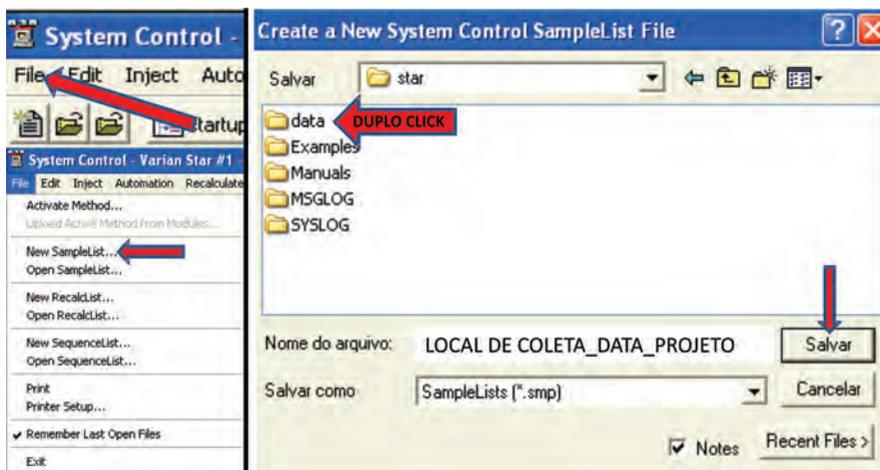

Figura 12. Comandos para criação da planilha de amostras a serem analisadas.
- **Criar planilha e pasta de amostras a serem analisadas:** *System Control File* → *Activate Method* → *New Samplelist* → *Create A New System Control Samplelist File* → *Star* → Abrir a pasta *Data* → Inserir o nome da planilha com dados do local e data [extensão (\*.SMP)] e *Salvar* (Figura 12). Aparecerá na tela a *Generic Samplelist*4 e criar pasta → *Data Files* → *Data Files Generation* → *New Folder* (Inserir o mesmo nome criado para a planilha \*.SMP) → *Create A New Folder in the Selected Directory* → OK → verificar o nome da planilha para confirmar o procedimento e OK (Figura 13).